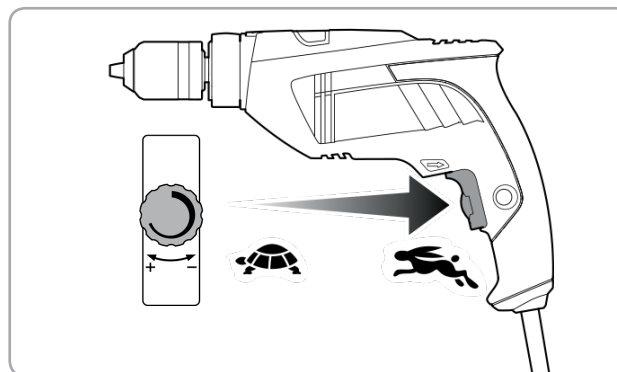

Fig.8
- Rotiți potențiometrul rotativ pentru a selecta viteza dorită Fig 8